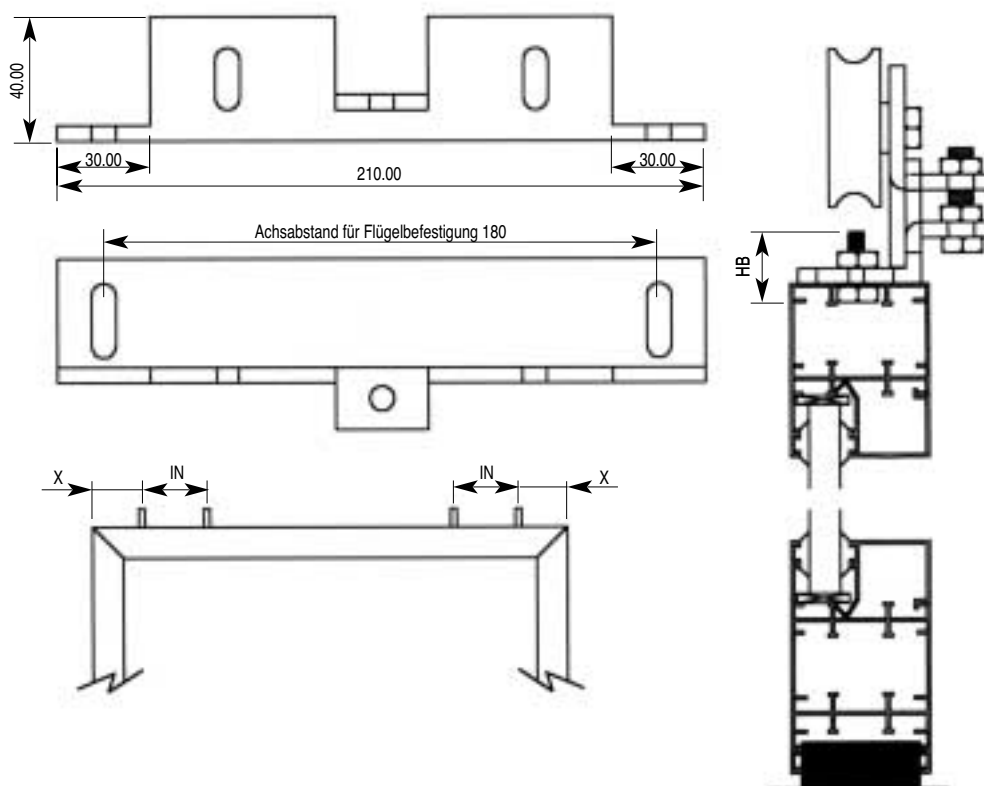

FIG. 2
- 6 - Untere Teile der Schlitten (Winkelprofile) abmontieren und unter Beachtung der in Abb. 2 aufgeführten Maße an den Schiebeflügeln befestigen.